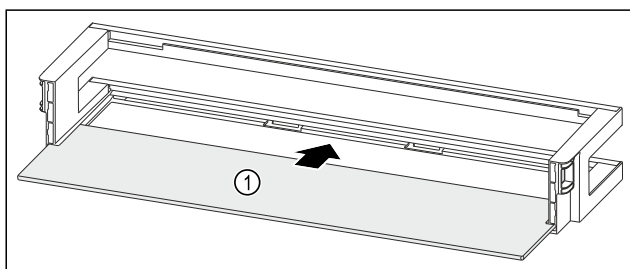

Fig. 94 Рафт на врата с рафт
- ▶ Вкарайте рафта Fig. 94 (1) в страничните прорези.